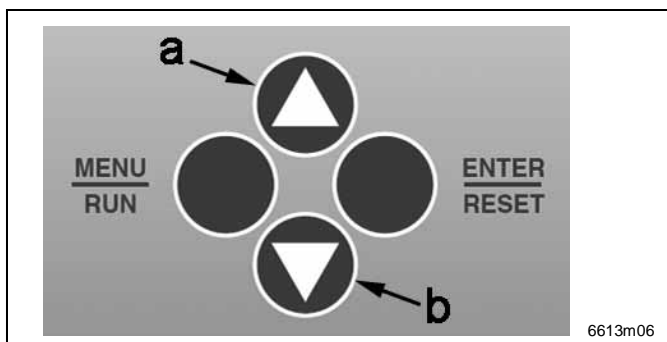

Fig. 38 Panel de control
Pulsando la tecla "UP" (pos. a, fig. 38) fuera del modo de ajuste, en el display aparece el residual corriente del ciclo de pausa transcurriendo.
El ajuste del número de la versión (0 - 5) se indica en el display del LMC 1 y se efectúa por las teclas UP & DOWN del panel de control (véase pos. A & b, fig. 38).
- Confirme la selección (0 - 2) con la tecla ENTER (fig. 38). Al no confirmar la entrada con ENTER, el valor estándar "0" se ajusta automáticamente.